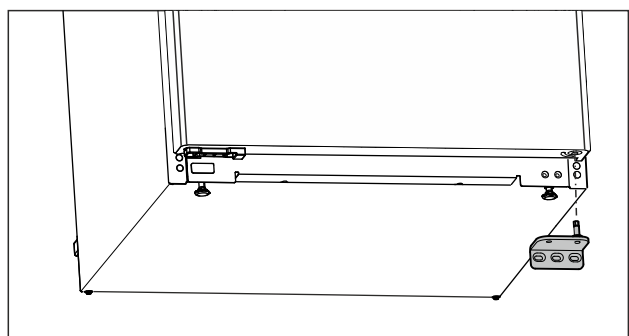

Fig. 11
- ▶ Tag hængslet af nedefter. (se Fig. 11)